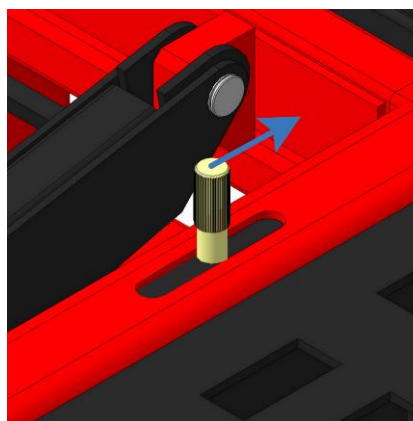

Рисунок 36
- Установите телескопические задвижки зацепа в среднее положение (ручка должна находиться по центру паза) (рисунок 36).